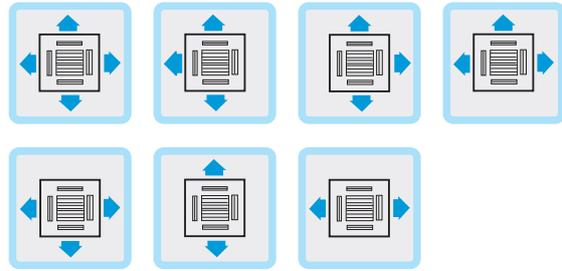
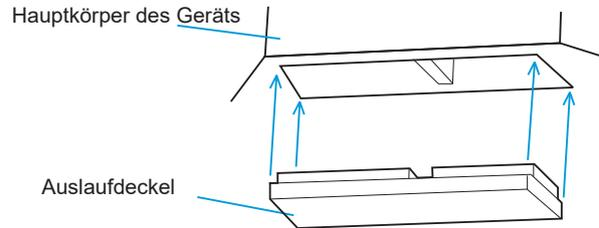

Abbildung 2.3
Abbildung 2.4
- Bestimmen Sie anhand der Raumform die Luftstromrichtungen für den Einbauort. Siehe Abbildung 2.3 für das Diagramm der Luftströmungsrichtung. Wenn ein Teil des Entlüfters blockiert werden muss, können Sie einen Luftverteiler in die Entlüftung des Gerätekorpus einsetzen, um den Luftstrom zu blockieren. Siehe Abb. 2.4